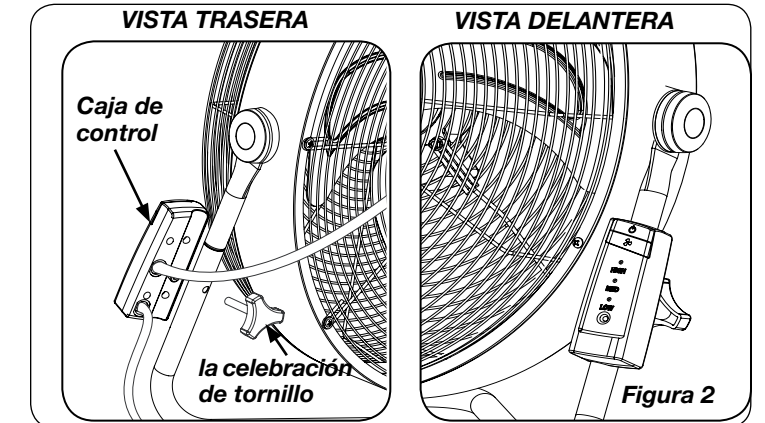

Figura 2
3. Remover el tornillo de sujeción de la parte trasera de la caja de control del ventilador. (Vea Figura 2)
5. Insertar el tornillo de sujeción de la parte trasera del ventilador a través del orificio en la pata del pedestal tal como se muestra. (Figura 2)